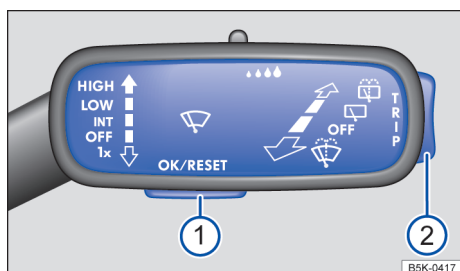

Fig. 24 À direita na coluna de direção: botões na alavanca dos limpadores do para-brisa (representação esquemática).
Enquanto uma mensagem de advertência de prioridade 1 → Página 18 estiver sendo exibida, não será possível acessar os menus. Algumas mensagens de advertência podem ser confirmadas e ocultadas com o botão → **Fig. 24 1**.
- Se for exibida uma mensagem ou o pictograma de veículo, pressionar o botão → **Fig. 24 1**, caso necessário, pressionar várias vezes.